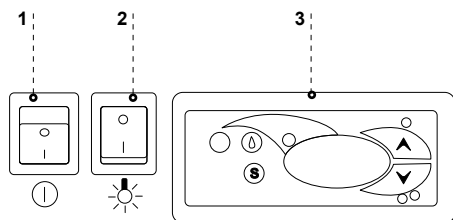

Рис.6 Пульт управления
- Включить кнопку главного выключателя Рис.6/1 (стр.38), что вызовет включение термостата, а затем агрегата оборудования
- На пульте термостата Рис.6/3 (стр.38) установить температуру а (подробности обслуживания на стр.43 lub 44)
- Включить кнопку освещения Рис.6/2 (стр.38)